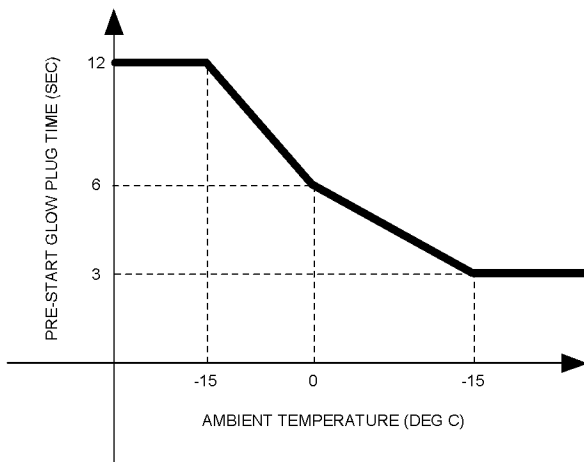

Рис. 29
- Установите пусковой переключатель двигателя в положение ПОДОГРЕВ. Удерживайте пусковой переключатель двигателя в положении ПОДОГРЕВ в течение времени, указанного на рис. 29. Включатся запальные свечи для облегчения пуска двигателя.